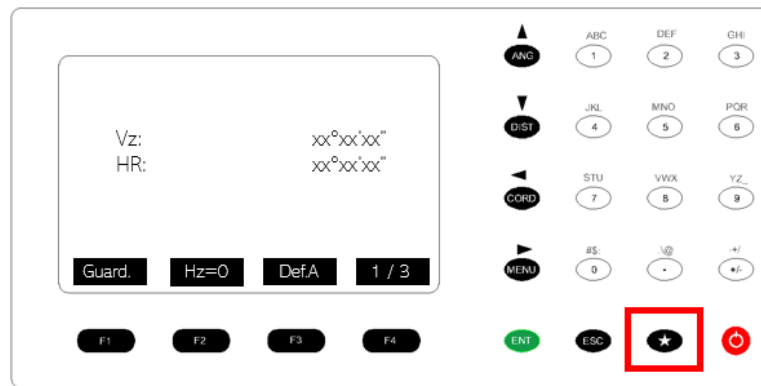
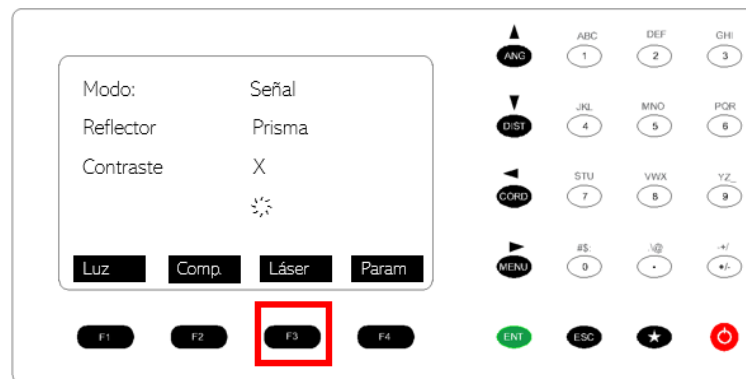

Figura 83. Encendido de la plomada láser.
Figura 84. Encendido de la plomada láser.
10. Prender la estación. Presionar el botón de estrella (figura 83). Y presionar F3 Láser (figura 84).